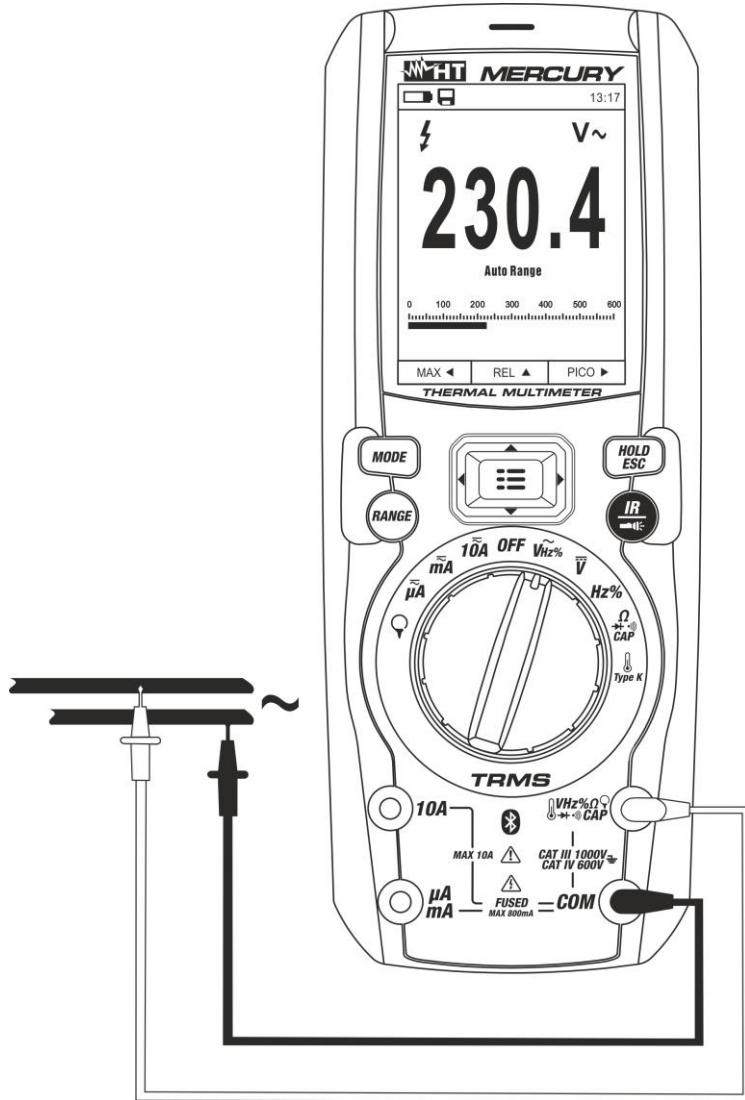

Fig. 22: Uso do instrumento para a medição de Tensões CA
3. Colocar a ponteira vermelha e a ponteira preta respetivamente nos pontos do circuito em exame (ver Fig. 22). O valor da tensão é apresentado no display